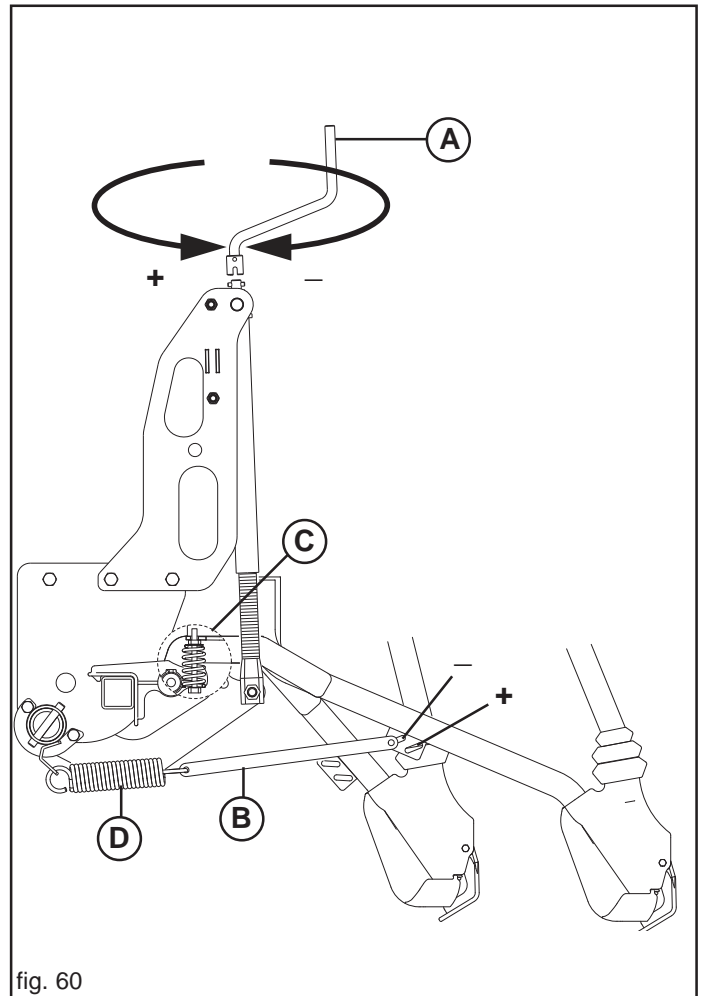

fig. 60
Die Aussaattiefe wird mit einer Kurbel gleichzeitig für alle Scharren eingestellt. Beim Drehen dieser Kurbel (A, Abb. 60) im Uhrzeigersinn üben die Scharren mittels der Zugfedern einen größeren Druck auf den Boden aus und das Saatgut fällt automatisch tiefer in den Boden.
Es ist möglich der Druck einzeln weiter einstellen, beim die Stellung der Spannstange ändern (B, Abb. 60).
Nur mit Stiefelscharenreißern ist als Zubehör eine Feder (C, Abb. 60) verfügbar, die das Gewicht des einzelnen komplett entlasteten Federelements (D) annulliert. Dadurch wird eine oberflächliche Saatgutsstreuung ermöglicht.